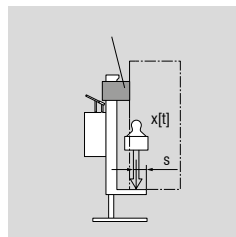

Abb. 11.1.3 Distanzblock
- Bei Lastaufnahme auf der Fußklaue muss die Last immer am Heberschaft anliegen. Ist dies nicht möglich, muss der mitgelieferte Distanzblock verwendet werden, um die Biegebeanspruchung der Säule gering zu halten (Abb. 11.1.3).
- Zum richtigen Einsatz den Distanzblock wie in Abb. 11.1.3 auf den Hydraulikheber aufstecken. Der Distanzblock kann für zwei unterschiedliche Abstandsoptionen genutzt werden. Diese sind durch Pfeile gekennzeichnet. Durch Drehen des Distanzblockes können die Abstände eingestellt werden. Der Pfeil muss dabei senkrecht zur Last ausgerichtet sein. Wird der Distanzblock bei der Anwendung nicht benötigt, weil die Last am Heberschaft anliegt, diesen wieder abnehmen.